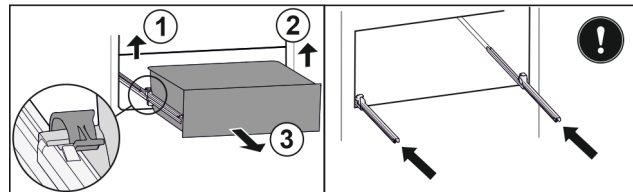

Fig. 97
- Sollevare il morsetto sinistro e allo stesso tempo tirare in avanti il cassetto sinistro. Fig. 97 (1)
- Sollevare il morsetto destro e allo stesso tempo tirare in avanti il cassetto destro. Fig. 97 (2)
- Rimuovere il cassetto tirandolo in avanti. Fig. 97 (3)